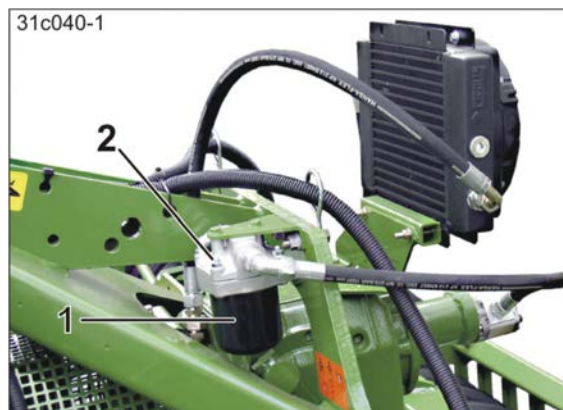

Fig. 95
1. Afmonter oliefilterkop (Fig. 95/1).
- 1.1 Løsn de fire skruer (Fig. 95/2).